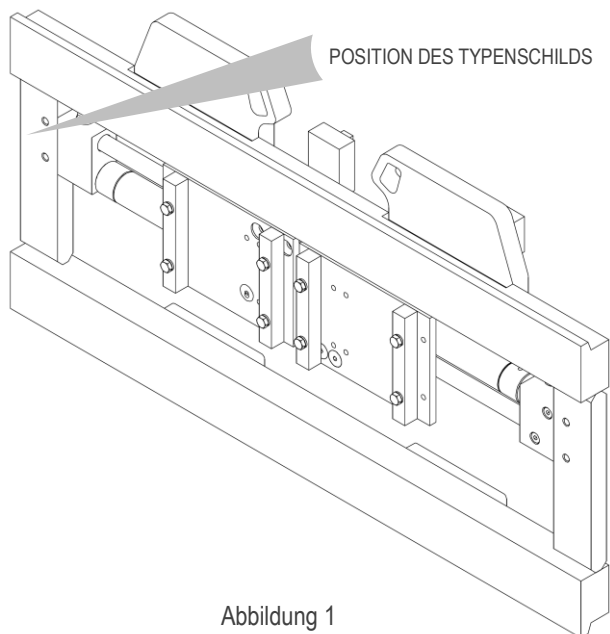
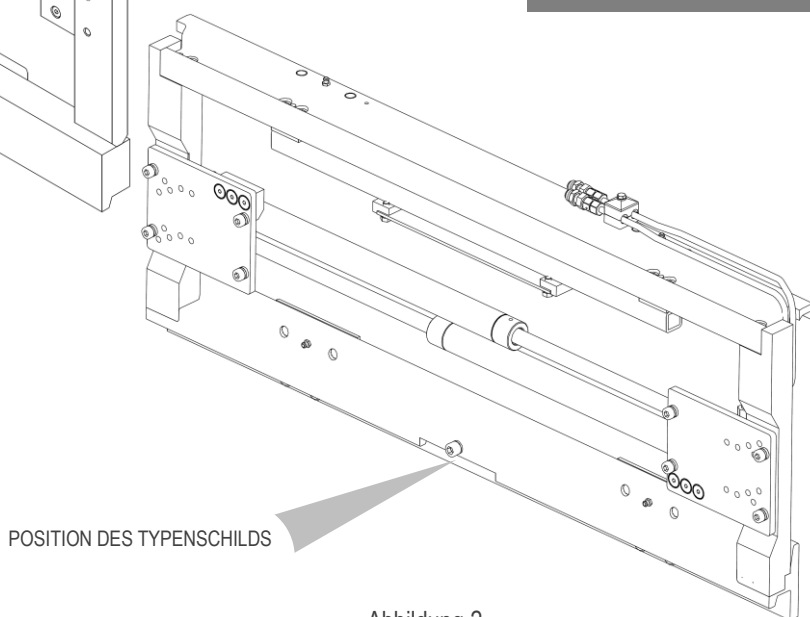

Abbildung 1
Abbildung 2
Alle Anbaugeräte A.T.I.B. – ZINKENVERSTELLGERÄT TYP 575 | 577 | 475 | 476 sind mittels eines Klebetypenschilds gekennzeichnet (siehe *Tabelle 1*), welches am Gerät angebracht ist (siehe *Abbildung 1*, *Abbildung 2*). Bitte beziehen Sie sich immer auf die Seriennummer.
5. Zum Handling verwenden Sie Hebebänder oder Hubketten, die für das auf dem Typenschild angegebene Gewicht des Anbaugeräts geeignet sind (siehe *Abbildung 1* und *Tabelle 1* auf Seite 6).
10. Schließen Sie den Hydraulikkreislauf an und stellen Sie sicher, dass der Betriebsdruck der Schläuche größer oder gleich dem auf dem Typenschild angegebenen Wert ist (siehe *Abbildung 1* und *Tabelle 1* auf Seite 6).